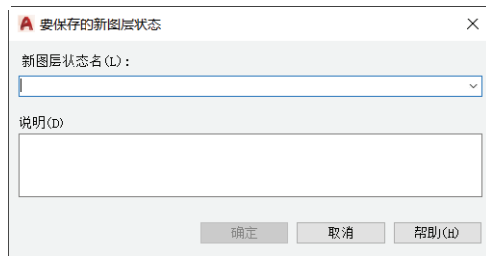
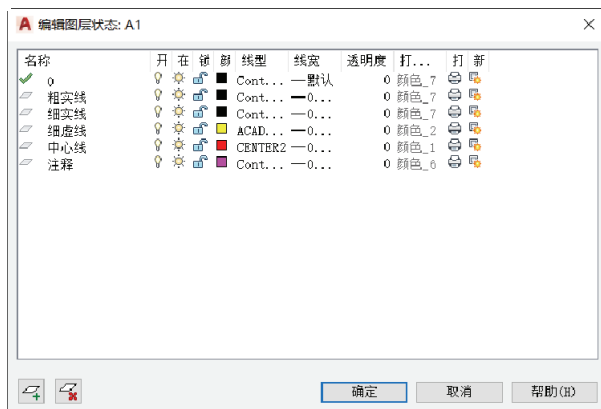

图 6-28 “要保存的新图层状态”对话框
图 6-29 “编辑图层状态:A1”对话框
- (1) “图层状态”列表框：在该列表框中列出图形中已保存的图层状态。
- (2) “不列出外部参照中的图层状态”复选框：该复选框用来控制是否显示外部参照中的图层状态。
- (3) “新建”按钮：单击该按钮，则打开图 6-28 所示的“要保存的新图层状态”对话框，从中输入新图层状态的名称和说明，从而创建新的图层状态。
- (4) “保存”按钮：用于保存选定的命名图层状态。单击该按钮，将图形中的当前图层设置保存到选定的图层状态，从而替换以前保存的设置。另外，此操作还可保存默认的“要恢复的图层特性”设置。
- (5) “编辑”按钮：单击该按钮，则打开图 6-29 所示的“编辑图层状态:A1”对话框，从中可以修改选定的命名图层状态。